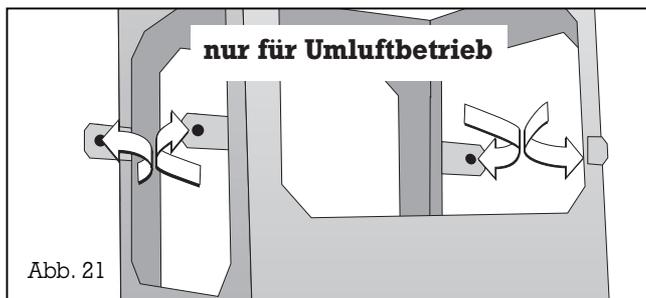

Abb. 21
**Nur für Umluftbetrieb:** Biegen Sie die vier Laschen zur Befestigung der Umluftweiche oben am Tragegestell um 90° nach aussen (Abb. 21).